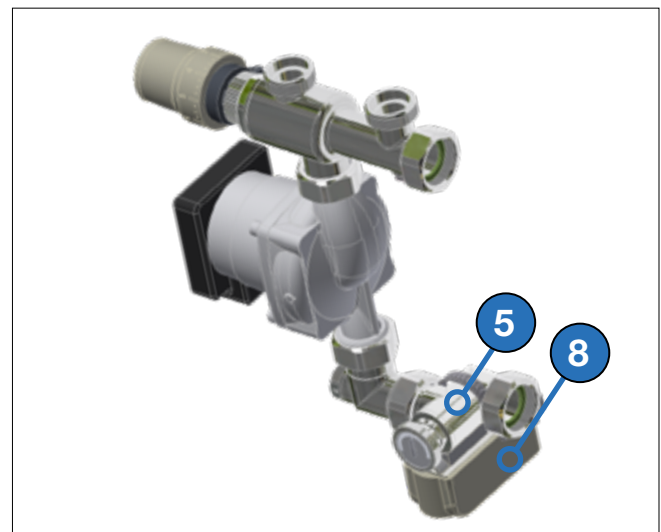

Fig. 8-2
2. Tourner l'excentrique (5, Fig. 8-2)
3. Mettre en place le limiteur de température (8, Fig. 8-2)